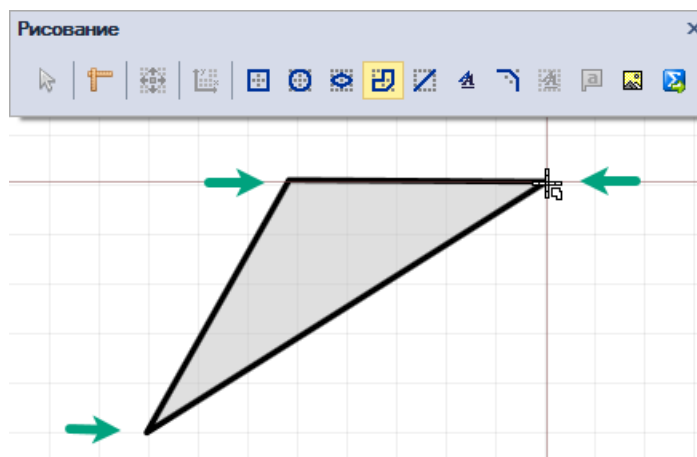

Рис. 377 Фиксация новой вершины многоугольника
4. Переместите курсор в следующую точку и зафиксируйте новую вершину. Будет отображен простейший многоугольник – треугольник. Внутреннее пространство будет заполнено, Рис. 377.